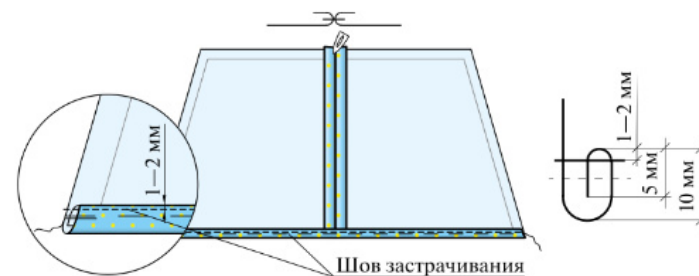

Рис. 6.36. Соединение деталей обтачки. Обработка нижнего среза обтачки
3. Подогните нижний срез обтачки на изнаночную сторону на 5 мм, заутюжьте. Затем ещё раз подогните припуск на 10 мм точно по контурной линии, заутюжьте и зашейте на расстоянии 3 мм от сгиба. *Застрочите* на расстоянии 1–2 мм от первого сгиба (рис. 6.36). Удалите СВН, приутюжьте.